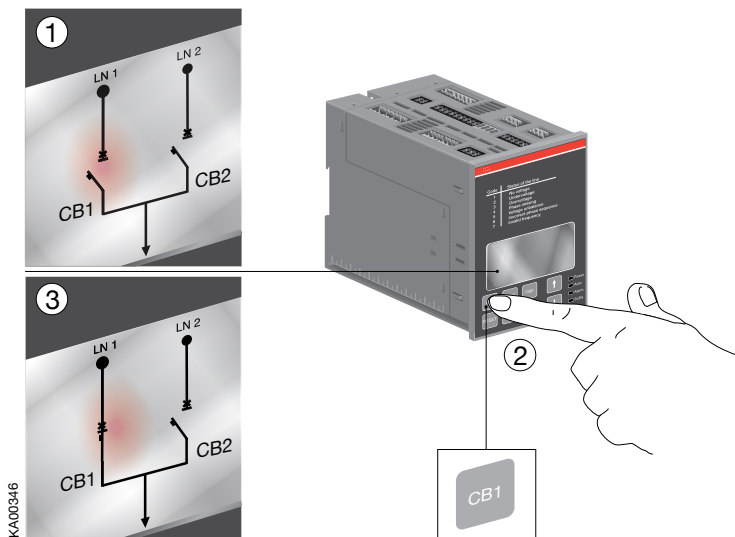

Figure 4.2 Sélection de la ligne d'alimentation avec ATS022 en fonctionnement manuel
- b. Quand la touche CB1 est enfoncée (voir Figure 4.2/②), le disjoncteur CB1 va en position de fermé (LED CB1 ON, LED LN1 ON, voir Figure 4.2/③.) et le disjoncteur CB2 sera en position de ouvert. Si le disjoncteur CB1 est déjà en position de fermé, en appuyant sur la touche CB1 on ouvre le disjoncteur CB1.